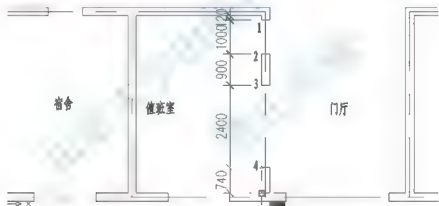

图 3.55 标注值班室内部尺寸
(2) 执行菜单栏中的【标注】|【连续】命令，执行连续标注操作，AutoCAD 自动将连续标注连接到刚刚所标注的“120”尺寸线上。
① 在指定第二条尺寸界线原点或 [放弃 (U)/ 选择 (S)] < 选择 >: 提示下，捕捉“门洞口”的左下角点 (2 处)。
② 在指定第二条尺寸界线原点或 [放弃 (U)/ 选择 (S)] < 选择 >: 提示下，捕捉“窗洞口”的左上角点 (3 处)。
③ 在指定第二条尺寸界线原点或 [放弃 (U)/ 选择 (S)] < 选择 >: 提示下，捕捉“窗洞口”的左下角点 (4 处)。
④ 在指定第二条尺寸界线原点或 [放弃 (U)/ 选择 (S)] < 选择 >: 提示下，捕捉“值班室”右下角阴角点，如图 3.55 所示。
观察图3.55, 在前面所标注出的“值班室”的内部尺寸中, “门垛”宽度“120”尺寸标注的文字位置不合适, 现在来调整“120”尺寸标注文字的位置。